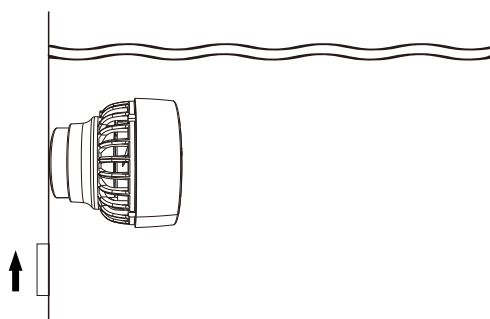

Figure 1
1. Installation de la pompe : Retirer la ventouse magnétique arrière du support du corps de la pompe à vagues. Installez le corps de la pompe au milieu de la paroi intérieure de l'aquarium. Fixez-le solidement à la surface intérieure de l'aquarium à l'aide des ventouses en caoutchouc, ou utilisez une ventouse en caoutchouc rotative. Déplacez ensuite la ventouse magnétique arrière en diagonale pour la faire adhérer à la paroi extérieure de l'aquarium. Remarque : en raison de la puissance de la force magnétique, veillez à ne pas vous pincer la main. Comme le montre la figure 1.